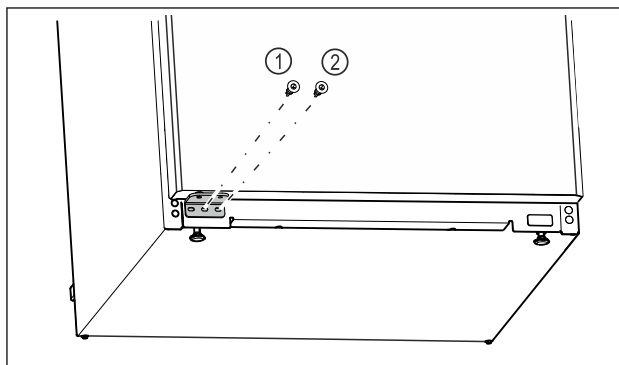

Fig. 21
- ▶ Însurubați ferm șurubul din mijloc al suportului de lagăr Fig. 21 (1) cu șurubelnița Torx 20.
- ▶ Însurubați ferm șurubul din interior al suportului de lagăr Fig. 21 (2) cu șurubelnița Torx 20.